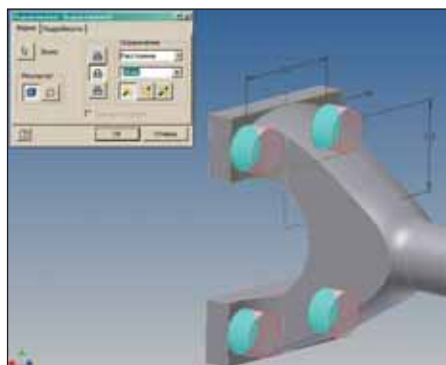

Рис. 35
48. Указать контуры, как изображено на рис. 35, ввести расстояние, равное 34 мм, нажать кнопку *Вычитание*  и кнопку , а затем *OK* (рис. 35 и 36).